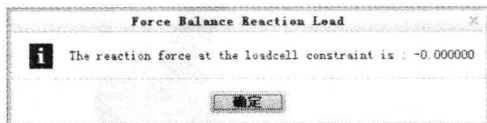

图 11-122 信息提示框
Step 06 切换至“外部载荷”选项卡，选中“启用重力”复选框，单击“运行”按钮，弹出“Force Balance Reaction Load (力平衡反作用负荷)”信息提示框，如图 11-122 所示，单击“确定”按钮，并单击对话框中的“确定”按钮，返回“机构”选项卡。